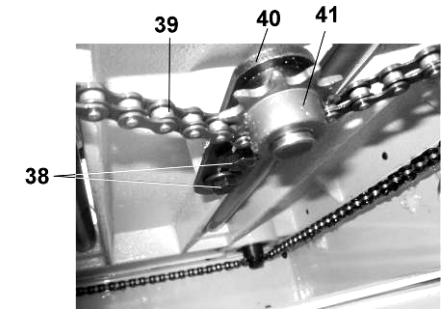

Рис.16
10.3. Регулировка натяжения цепи механизма установки высоты строгального блока (Рис.16)